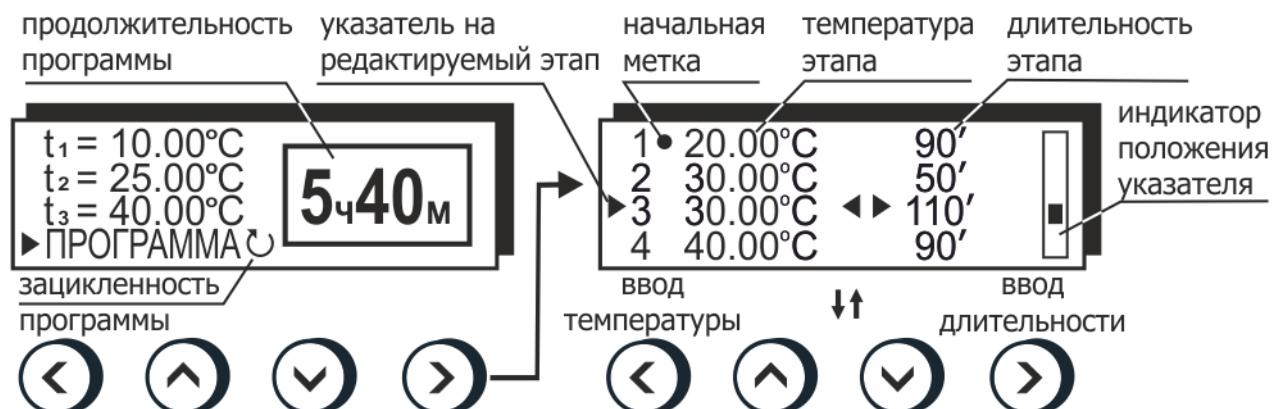

Рисунок 20 — Редактирование программы
- кнопками (\uparrow) и (\downarrow) установить номер стартового этапа, он будет отмечен меткой ● в редакторе программы (рисунок 20);